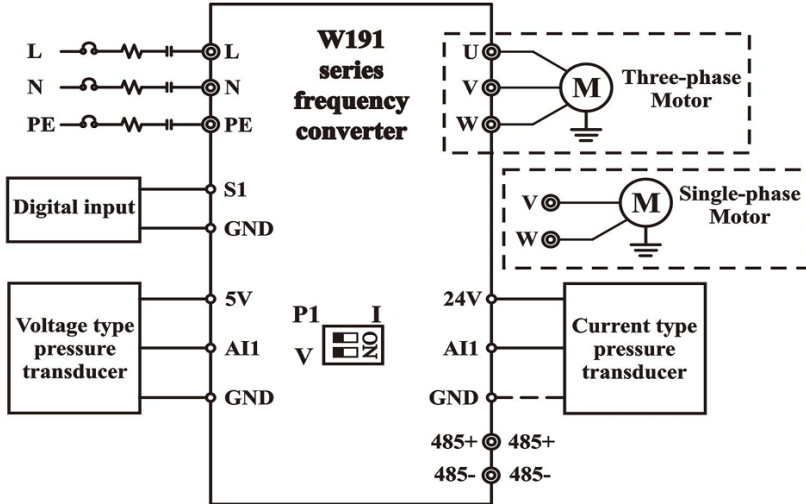
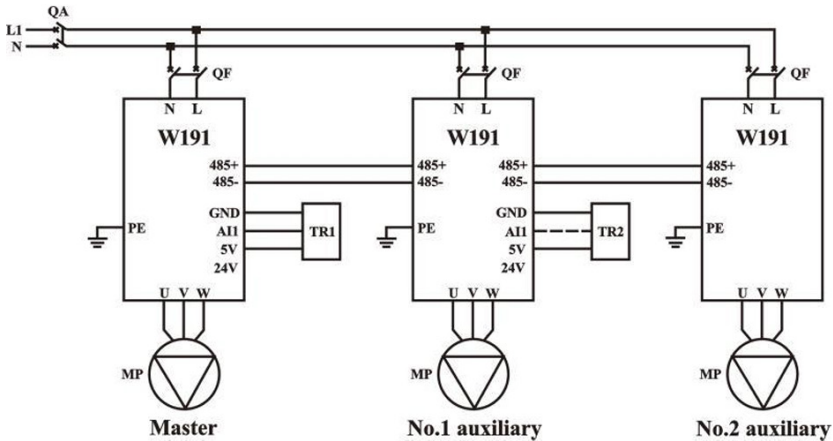

Fig. 6-1-1 Schéma de câblage de l'alimentation en eau d'une seule pompe
Fig. 6-1-2 Schéma de câblage de l'alimentation en eau de la pompe raccordée
- Le capteur utilisé dans la figure 6-1-2 est le capteur de tension à trois lignes de l'entreprise. Si le capteur de courant est utilisé, se référer à la méthode de câblage de la figure 6-1-1-1.